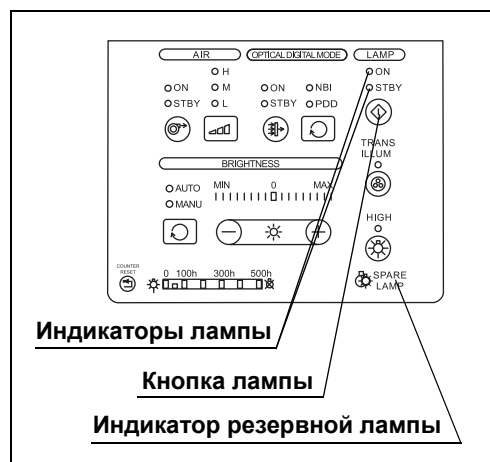

Рисунок 4.5
- 2 Убедитесь, что индикатор резервной лампы на панели управления не горит и не мигает. (См. Рис. 4.5)
- 3 Убедитесь в том, что дистальный конец эндоскопа излучает свет (см. Рис. 4.5). Когда интенсивность освещения снижается, даже если отметка индикатора «500 h» (500 ч) не горит, замените смотровую лампу новой, как описано в Раздел 6.1, «Замена смотровой (ксеноновой) лампы».
- 4 Нажмите и удерживайте кнопку лампы нажатой приблизительно в течение 1 секунды: загорится индикатор лампы «STBY» (режим ожидания). (См. Рис. 4.5)